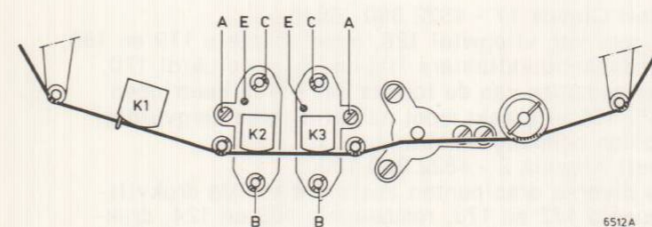

Fig. 6
- . Plaats de mal in het apparaat zoals in Fig. 6 is aangegeven.